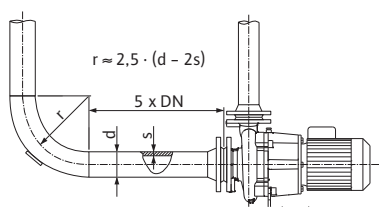

Fig.3: Tronsonul amortizor în amonte și în aval de pompă
- Un element de decantare trebuie așezat înainte și după pompă sub formă de conductă dreaptă. Lungimea elementului de decantare trebuie să fie cel puțin 5 x DN al flanșei pompei (vezi fig. 3). Această măsură servește la evitarea fenomenului de cavitație.